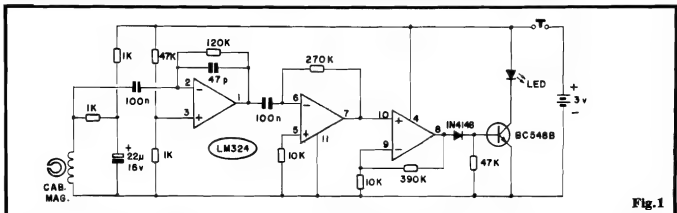

Fig. 1
- FIG. 1 - DIAGRAMA ESQUEMÁTICO DO CIRCUITO - A "tese" do funcionamento está centralizada na seguinte função: "perceber" a presença do minúsculo campo magnético de segurança presente no interior da nota